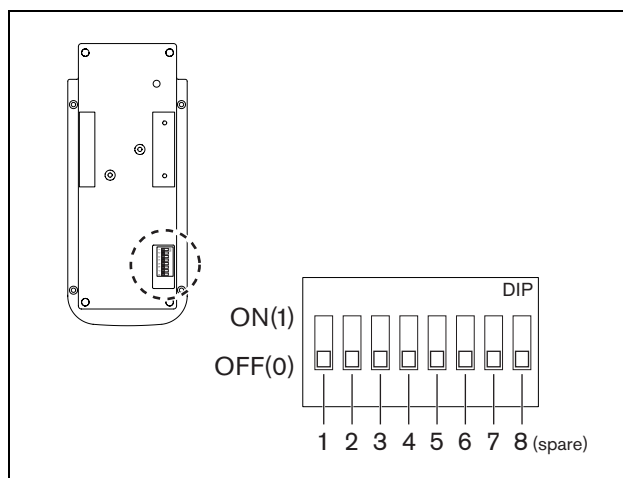

рисунок 4.2: переключатели DIP
С помощью переключателей DIP, расположенных в нижней части станции вызова, установите мелодию вызова, функцию мгновенного сообщения или блокировки голосовой функции, речевой фильтр и величину усиления микрофона. См. рисунок 4.2.
см. рисунок 4.2. Переключатели DIP номер 1, 2 и 3 используются для установки мелодии.
см. рисунок 4.2. Переключатель DIP номер 4 используется для включения функции мгновенного сообщения или блокировки голосовой функции.
см. рисунок 4.2. Переключатель DIP номер 5 используется для включения ON (1) или отключения OFF (0) речевого фильтра..
см. рисунок 4.2. Переключатели DIP номер 6 и 7 используются для настройки усиления микрофона. 1 = положение ВКЛ, 0 = положение ВЫКЛ.